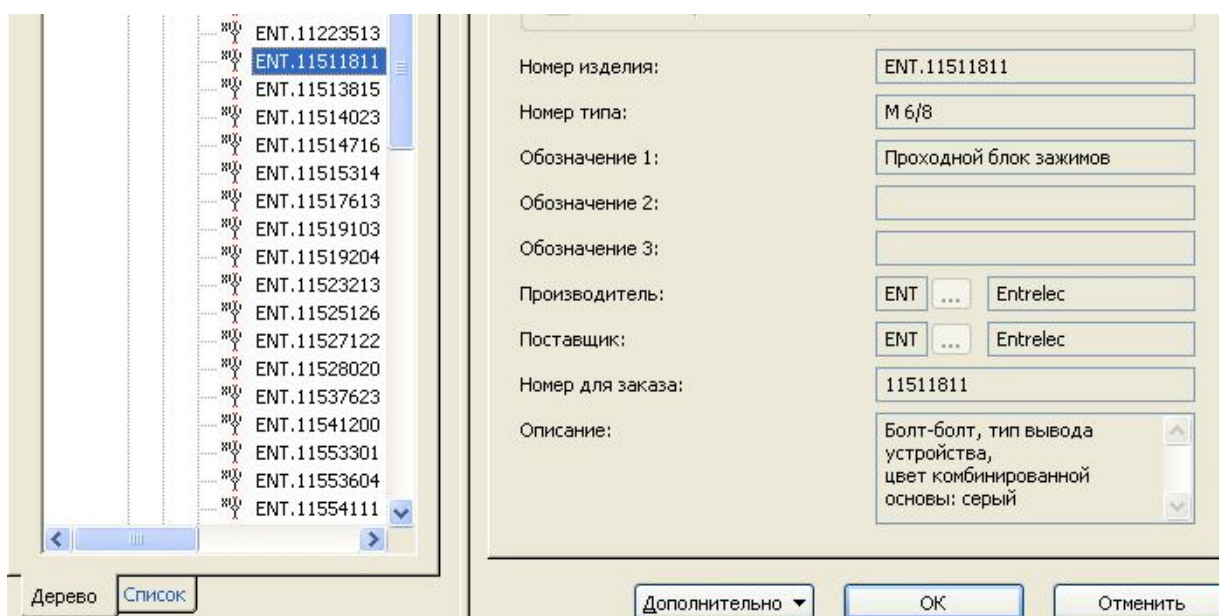
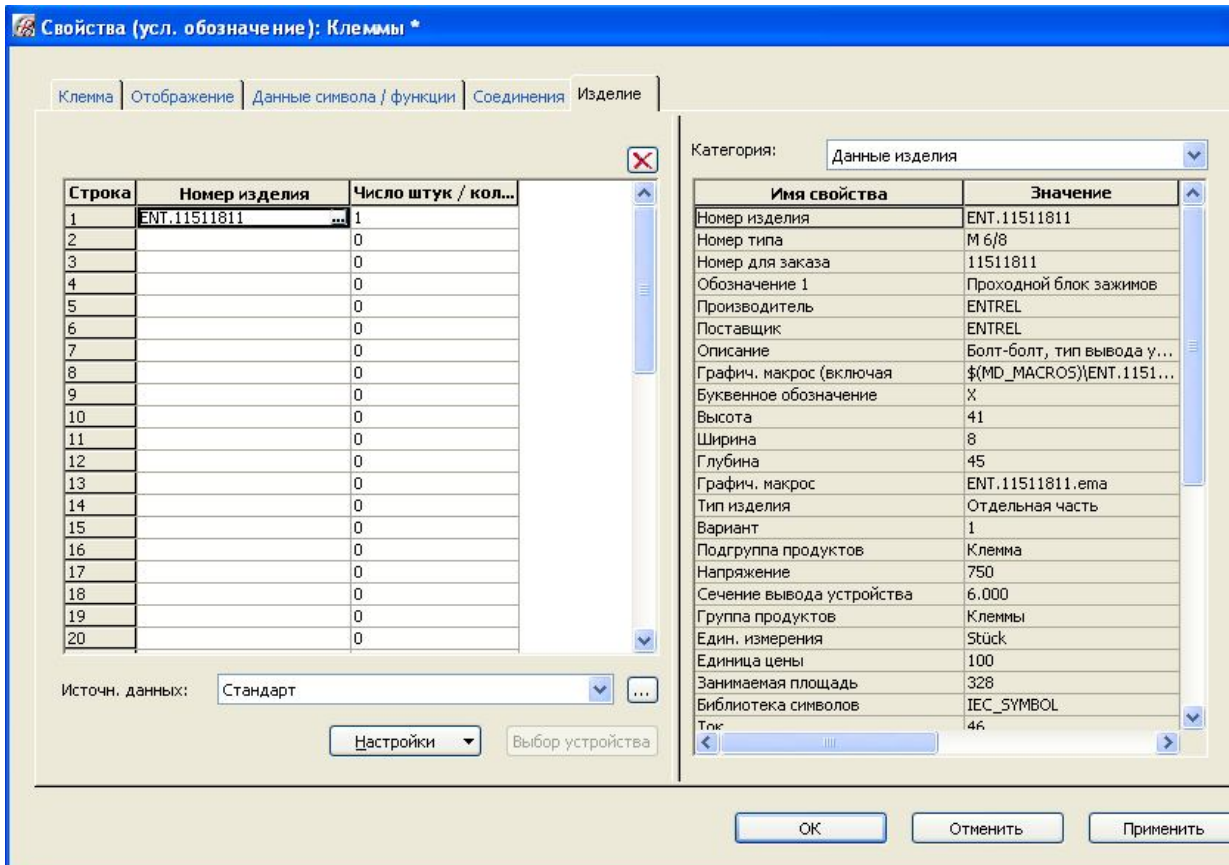

Рисунок 3.41 – Вибір клемника у вікні *Свойства* на вкладці *Изделие*
Рисунок 3.42 – Докладні дані про клему на вкладці **Изделие**
9. Виберіть підходящу клему, наприклад, для підключення двигунів підійде прохідний блок затискачів ENT.11511811 типу М6/8 з можливістю закріплення жил кабелю перетином до 8 мм². Коротка інформація про клему доступна в правій секції вікна (рис. 3.41). Клацніть на **ОК**. У вікні **Свойства** на вкладці **Клемма** з'явиться номер виробу і його докладні дані (рис. 3.42).